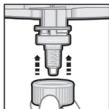
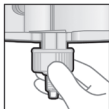

Abb. 3
Abb. 4.1
5. Wenn der Mixing Tip korrekt platziert ist (Abb. 3), schieben Sie den Dynamix Fixation Ring bis zum Anschlag über den Mixing Tip und drehen ihn nach rechts (1/4 Drehung) bis er sicher verriegelt ist (Abb. 4.1, 4.2, 5).